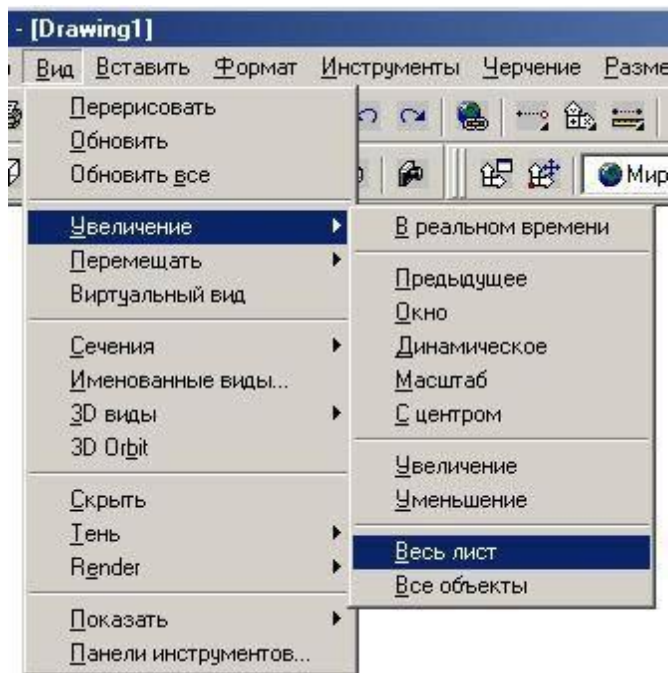

Рис. 6
7. Покажите всю область черчения: **Вид/Увеличение/Весь Лист (View/Zoom/All)** (рис. 6).